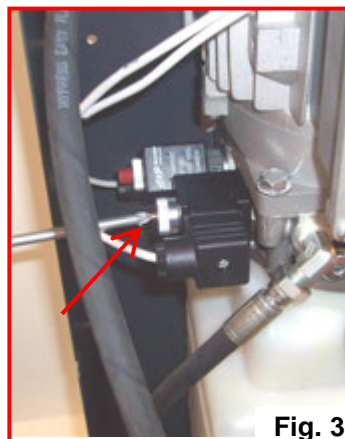

Fig. 3
c. Druk vervolgens voorzichtig de messingkleurige pennen met een schroevendraaier in op het handventiel aan de linker en rechter zijkant (Fig. 3, 4 en 5).